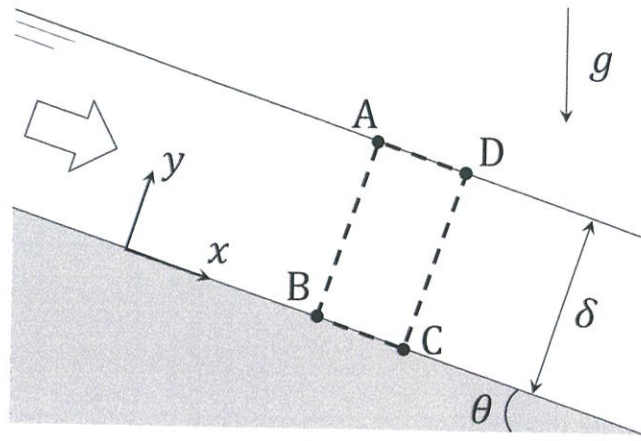

图 2-2
II. 図 2-2 に示すような水平面に対して角度 $\theta$ を持つ傾斜壁面上を流れる二次元液膜流れを考える．液膜を構成する液体は非圧縮性であり，密度 $\rho$ と粘度 $\mu$ は一定である．流れは定常層流であり十分に発達している．液膜の厚さ $\delta$ は一定である．重力は鉛直下向きに作用し，重力加速度の大きさを $g$ とする．座標系 $(x, y)$ の原点を傾斜壁面上にとり， $x$ 軸を傾斜壁面に接する流れ方向に， $y$ 軸を壁面垂直方向にとる．各方向に対応する速度成分を $u, v$ とする．液膜表面における圧力は周囲の大気圧 $p_0$ と等しい．また，液膜表面に働くせん断応力は無視する．以下の設問に答えよ．
- (1) 液膜内部における $v$ の空間分布を求めよ．導出過程も示せ．
- (2) 液膜内部における圧力 $p$ の空間分布を求めよ．導出過程も示せ．
- (3) 図 2-2 の検査体積 ABCD における $x$ 方向の運動量保存則に基づき，傾斜壁面に働くせん断応力 $\tau_w$ を $g, \delta, \theta, \rho$ を用いて表せ．導出過程も示せ．
- (4) 液膜内部の平均流速 $U_0$ を用いて，無次元の摩擦係数 $c_f$ は次式で定義される．